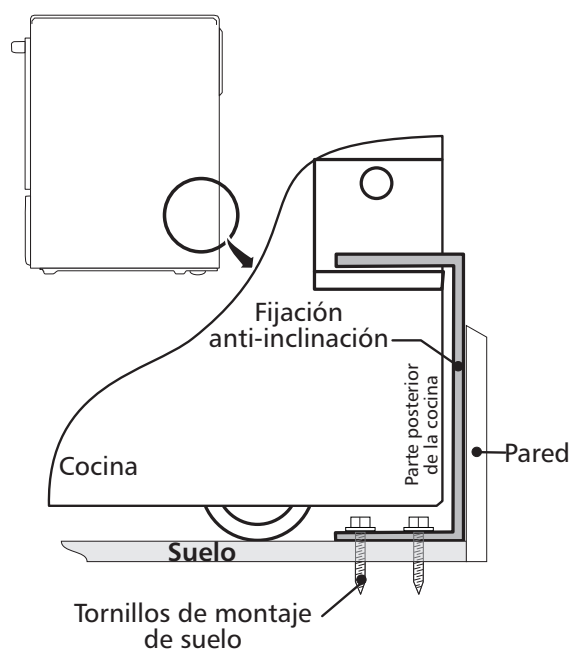

Figura 7
6. Deslice la cocina hacia su lugar asegurándose que la pata de centro trasera está completamente segura con el soporte anti-inclinación (Figura 7). Baje la cocina ajustando las 4 patas de nivelación hasta que la plancha de cocinar está apoyada en el mostrador. Refiere a la "Nivelación de la cocina".